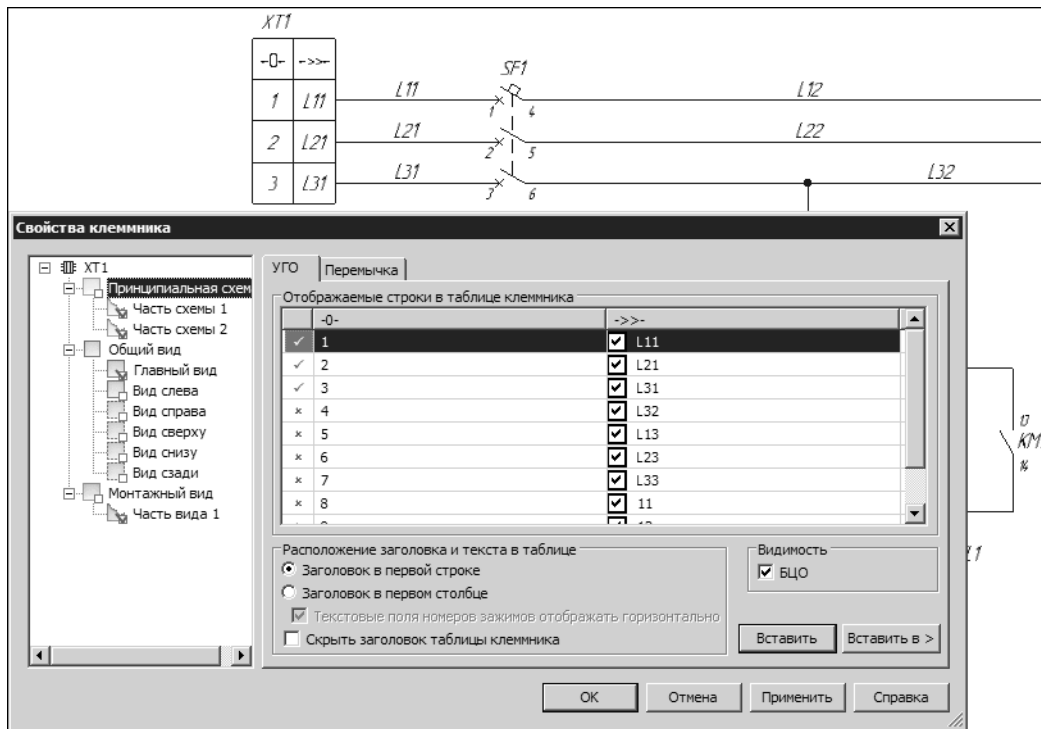

Рис. 26.11. Вставка таблицы клемника
- Разместите на схеме символы клемм (с помощью команды **КОМПАС-Электрик — Операции — Расставить клеммы**) или вставьте таблицу клеммника (из диалога свойств клеммника) (рис. 26.11 на с. 476).